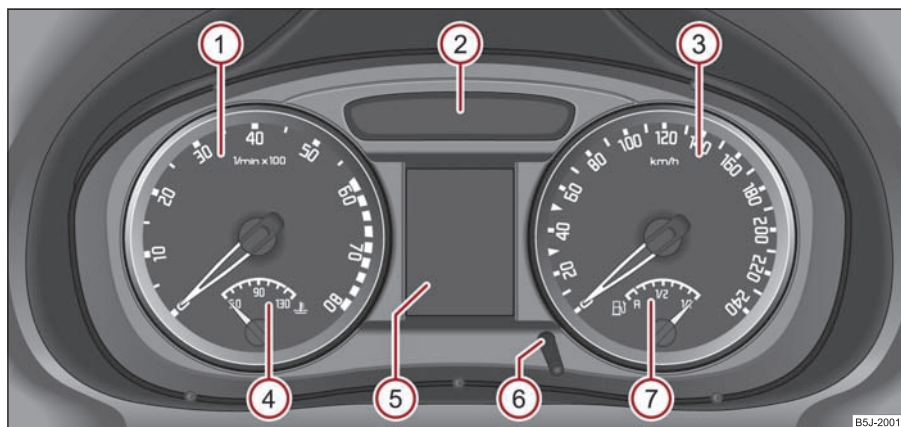
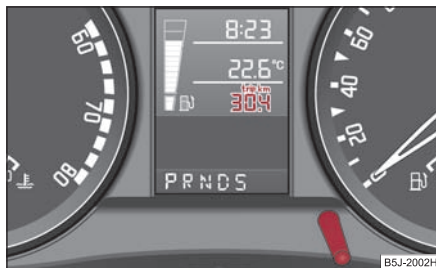

Fig. 18 Tabloul de instrumente
Fig. 19 Display: Contorul pentru distanța parcursă
Începutul zonei roșii a turometrului ① ⇒ fig. 18 reprezintă pentru toate treptele de viteză turația maximă admisă a motorului în regim normal de funcționare. Înainte de atingerea acestei zone, selectați următoarea treaptă de viteză superioară, resp., la cutiile de viteze automate, selectați poziția **D**.
Indicatorul temperaturii lichidului de răcire ④ ⇒ pagina 19, fig. 18 funcționează numai când contactul motor este pus.
Indicatorul rezervei de carburant ⑦ ⇒ pagina 19, fig. 18 funcționează numai când contactul motor este pus.
Prin apăsarea scurtă pe butonul de resetare ⑥ ⇒ pagina 19, fig. 18 puteți comuta între contorul km. parcursi zilnic și contorul km. parcursi în total. Pentru a recunoaște care din cele două contoare este afișat pe display, în contorul zilnic apare **trip** peste valoarea distanței parcurse ⇒ fig. 19.
Pentru reglarea orei se găsește în partea stângă, lângă vitezometru, un buton de reglare ⇒ pagina 19, fig. 18.